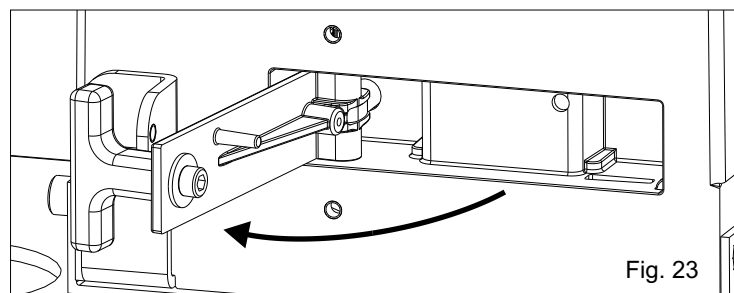

Fig. 23
- Tirer le levier de déverrouillage jusqu'à la battue, 90° environ (Fig.23).